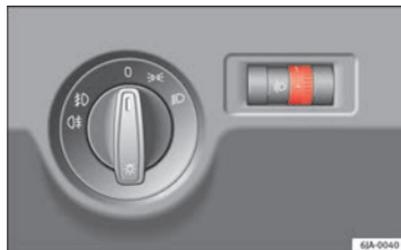

Abb. 56 Kombiinstrument: Leuchtweitenregulierung
- Drehen Sie den Schalter ⇒ Abb. 56, bis die gewünschte Leuchtweite der Scheinwerfer erreicht ist.